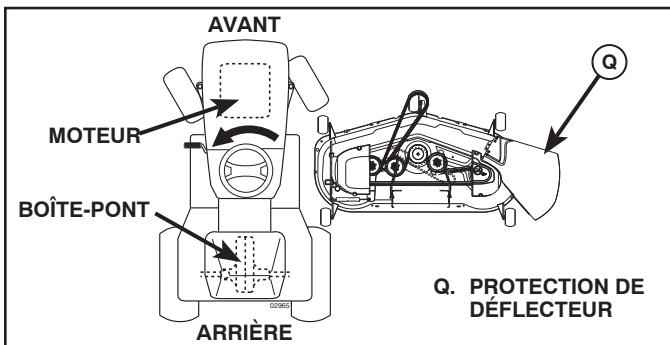

Fig. 6
3. TOURNER LE VOLANT DE DIRECTION À GAUCHE ET PLACER LA TONDEUSE (Voir la Fig. 6)
- Tourner le volant de direction à gauche aussi loin que possible et placer la tondeuse sur le côté droit du tracteur avec la protection de déflecteur (Q) à gauche.